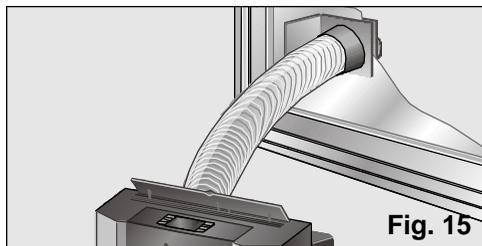

Fig. 15
- Dans le cas d'une installation fixe à travers une fenêtre, n'utilisez que la pièce terminale transparente de l'accessoire et il faut pratiquer un trou de 10,5 cm de diamètre dans la vitre, **Fig. 15**.